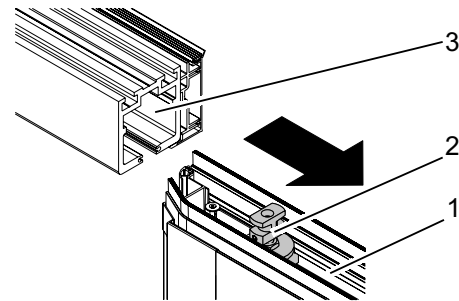

Abb. 45: Festteil ausbauen
2. Festteil (Abb. 45/1) mit Festteilverhalten (Abb. 45/2) an der entstandenen Lücke gleichmäßig aus der Laufschiene (Abb. 45/3) und dem Sockelprofil heben.